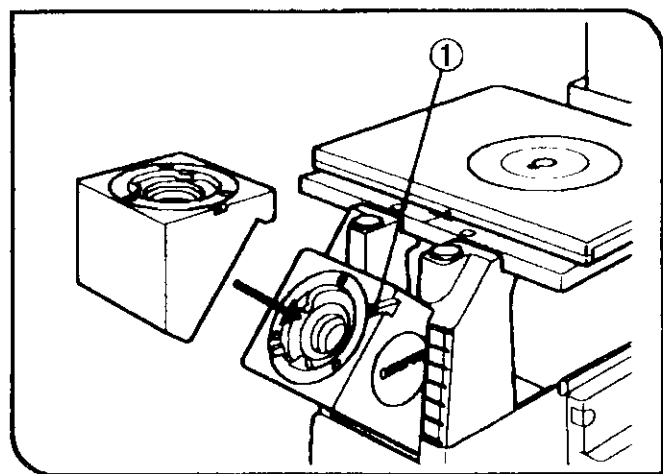

图 99
(图 99 和 100)
- ③ 请先安装 IX ATC 中间筒。
1. 使用六角改锥，拧松观察筒安装座上的观察筒固定螺丝(1)。(图 99)